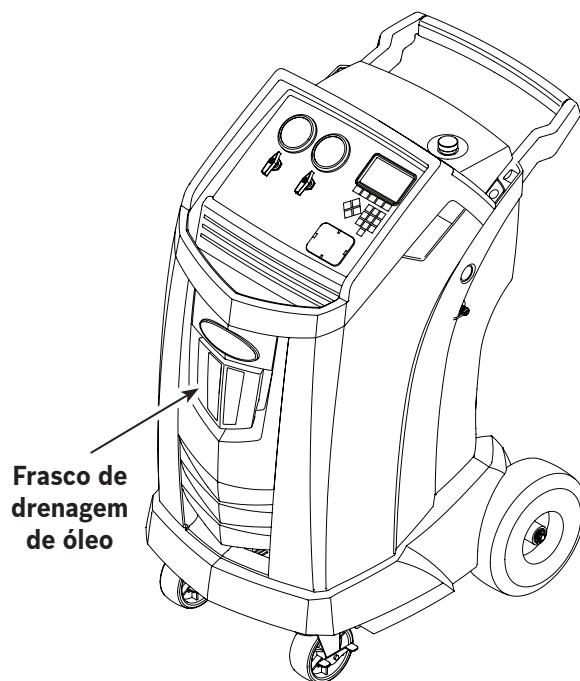

Figura 3
1. Esvazie o frasco de drenagem de óleo antes de iniciar uma recuperação. Remova o frasco de drenagem de óleo da máquina puxando a garrafa diretamente para baixo — não faça um movimento de torção ou balanço. Reinstale o frasco de drenagem de óleo. Ver Figura 3.